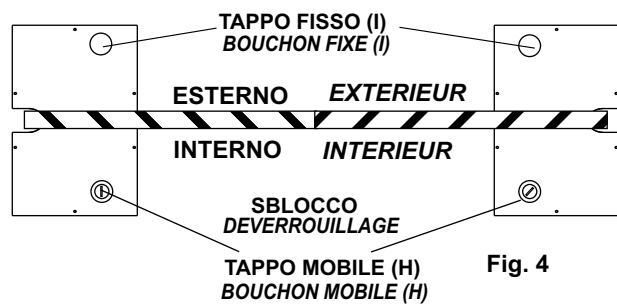

Fig. 4
- Assemblare il carter protettivo (O), il coperchio cassetta (F), la boccola protezione (G) ed i due tappi di sblocco (H e I come Fig.4).
- Assembler le carter de protection (O), le couvercle de la boîte (F), la boucle de protection (G) et les deux bouchons du déverrouillage (H et I comme dans Fig.4).